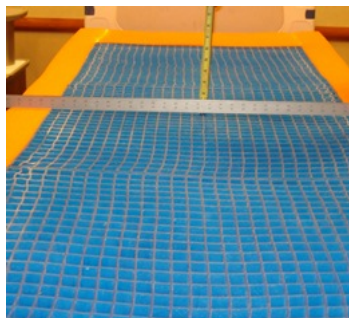

Figure 4 – Mise en place d'une règle droite
5. Placer une règle droite (d'au moins 35 po (88,9 cm) de long) en travers du matelas en mousse de gauche à droite au niveau de la région sacrée (section d'assise du patient) de la surface de support (Figure 4).